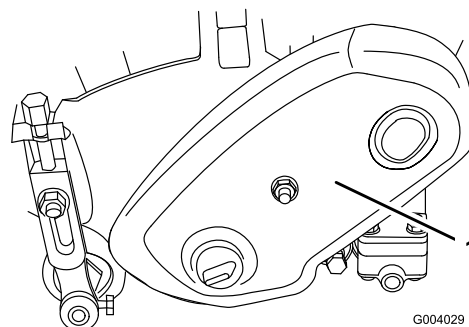

図 33
1. ベルト・カバー取り付けネジ（図 33）を外してベルトを露出させる。